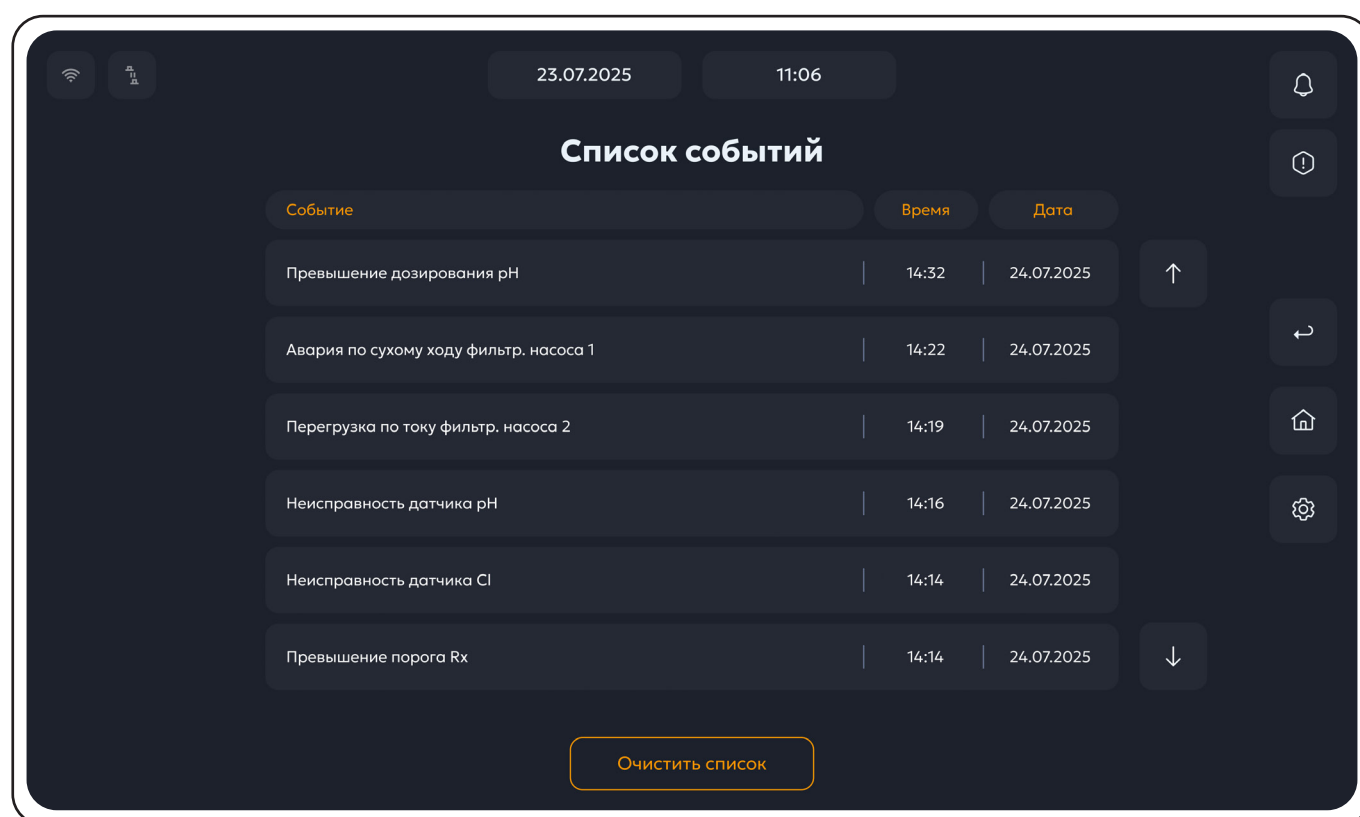

Рисунок 60. Меню пункта **Список событий**.
2. Выбрать пункт **Список событий**, после чего откроется следующее меню (рис.60):